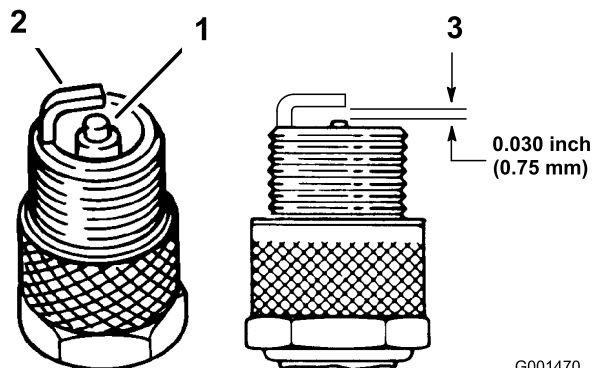

Figura 26
1. Controllate la parte centrale delle candele (Figura 26). Se l'isolatore è di color marrone chiaro o grigio, il motore funziona correttamente. Una patina nera sull'isolatore significa in genere che il filtro dell'aria è sporco.
3. Controllate la distanza tra gli elettrodi centrale e laterale (Figura 26). Piegate l'elettrodo laterale (Figura 26) se la distanza non è corretta.
3. Collegate i cappellotti alle candele (Figura 26).